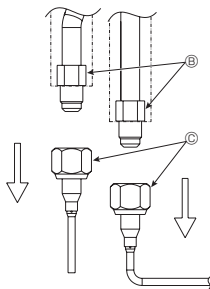

Fig. 3-17
- (5) Desserrer l'écrou du côté de la tuyauterie en forme de L à l'aide de deux clés, puis déposer la tuyauterie ⑥ et la mettre au rebut. (Tuyau d'entrée d'eau et tuyau de sortie d'eau) (Fig. 3-17)